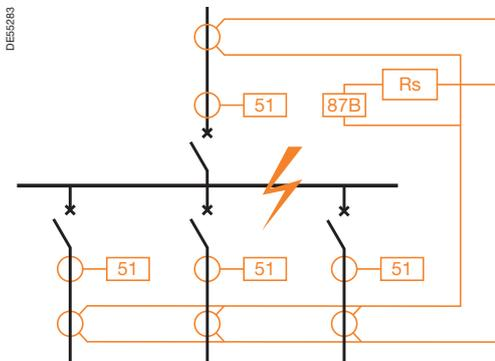

Fig. 87. Protección diferencial.
- Con una protección diferencial de alta impedancia (fig. 87), la diferencia se calcula en los cables y se instala una resistencia de estabilización en el circuito diferencial. Los TI se dimensionan para tener en cuenta la saturación según una regla determinada por el fabricante de relés de protección. El ajuste de umbral es aproximadamente 0,5 TI In y es necesario utilizar TI con las mismas especificaciones.